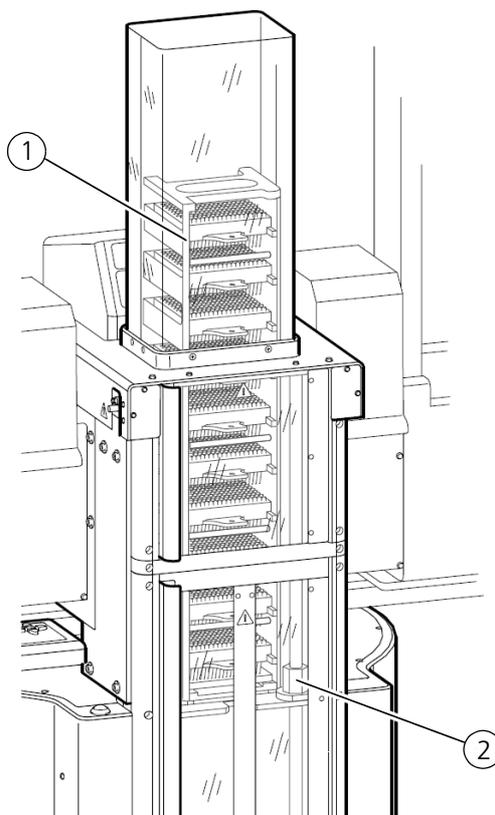

Abb. 60: Rack in Übergabeposition
- Das Rack in Türposition (→ Abb. 60/1) wird durch den Spindeltrieb des Aushebers (→ Abb. 60/2) aus dem Karussell in die entsprechende Arbeitsposition gefahren. Im Karussell befinden sich bis zu maximal 10 Racks.